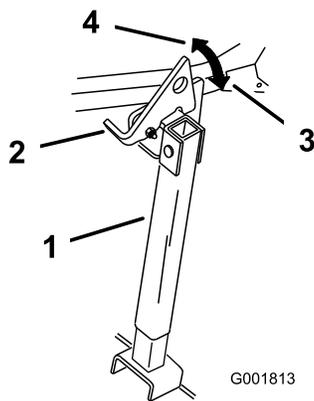

Figura 28
2. Levante el enganche a la posición desbloqueada (Figura 28).